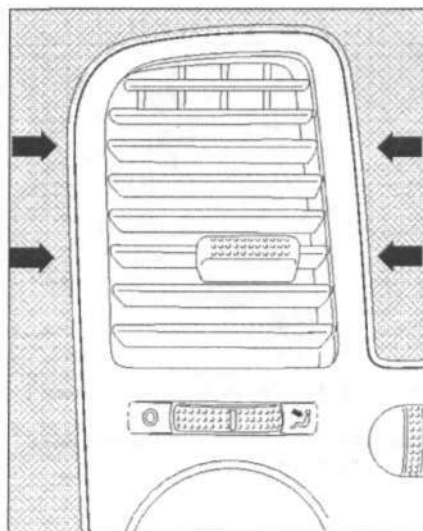

Рис. 12.50. Извлеките с помощью отвертки дефлектор.
7. Извлеките с помощью отвертки дефлектор (рис. 12.50). Отсоедините разъем проводки от выключателя освещения и извлеките дефлектор полностью.